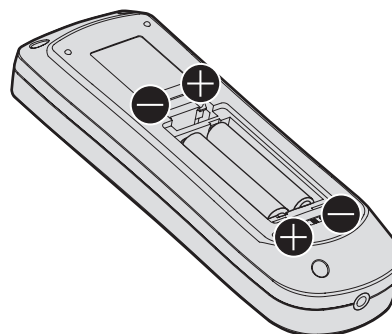

Fig. 2
- 2) Insérez les piles et fermez le couvercle (insérez d'abord le côté **+**). (Fig. 2)